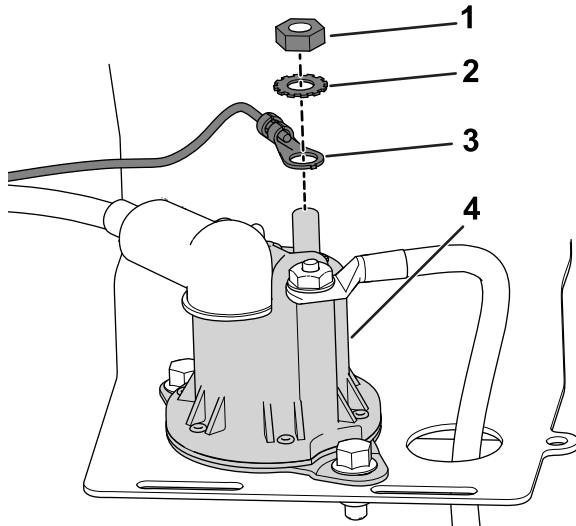

Рисунок 5
2. Используйте гайку и стопорную шайбу электромагнитного клапана, чтобы прикрепить круглую клемму к электромагнитному клапану (Рисунок 5).